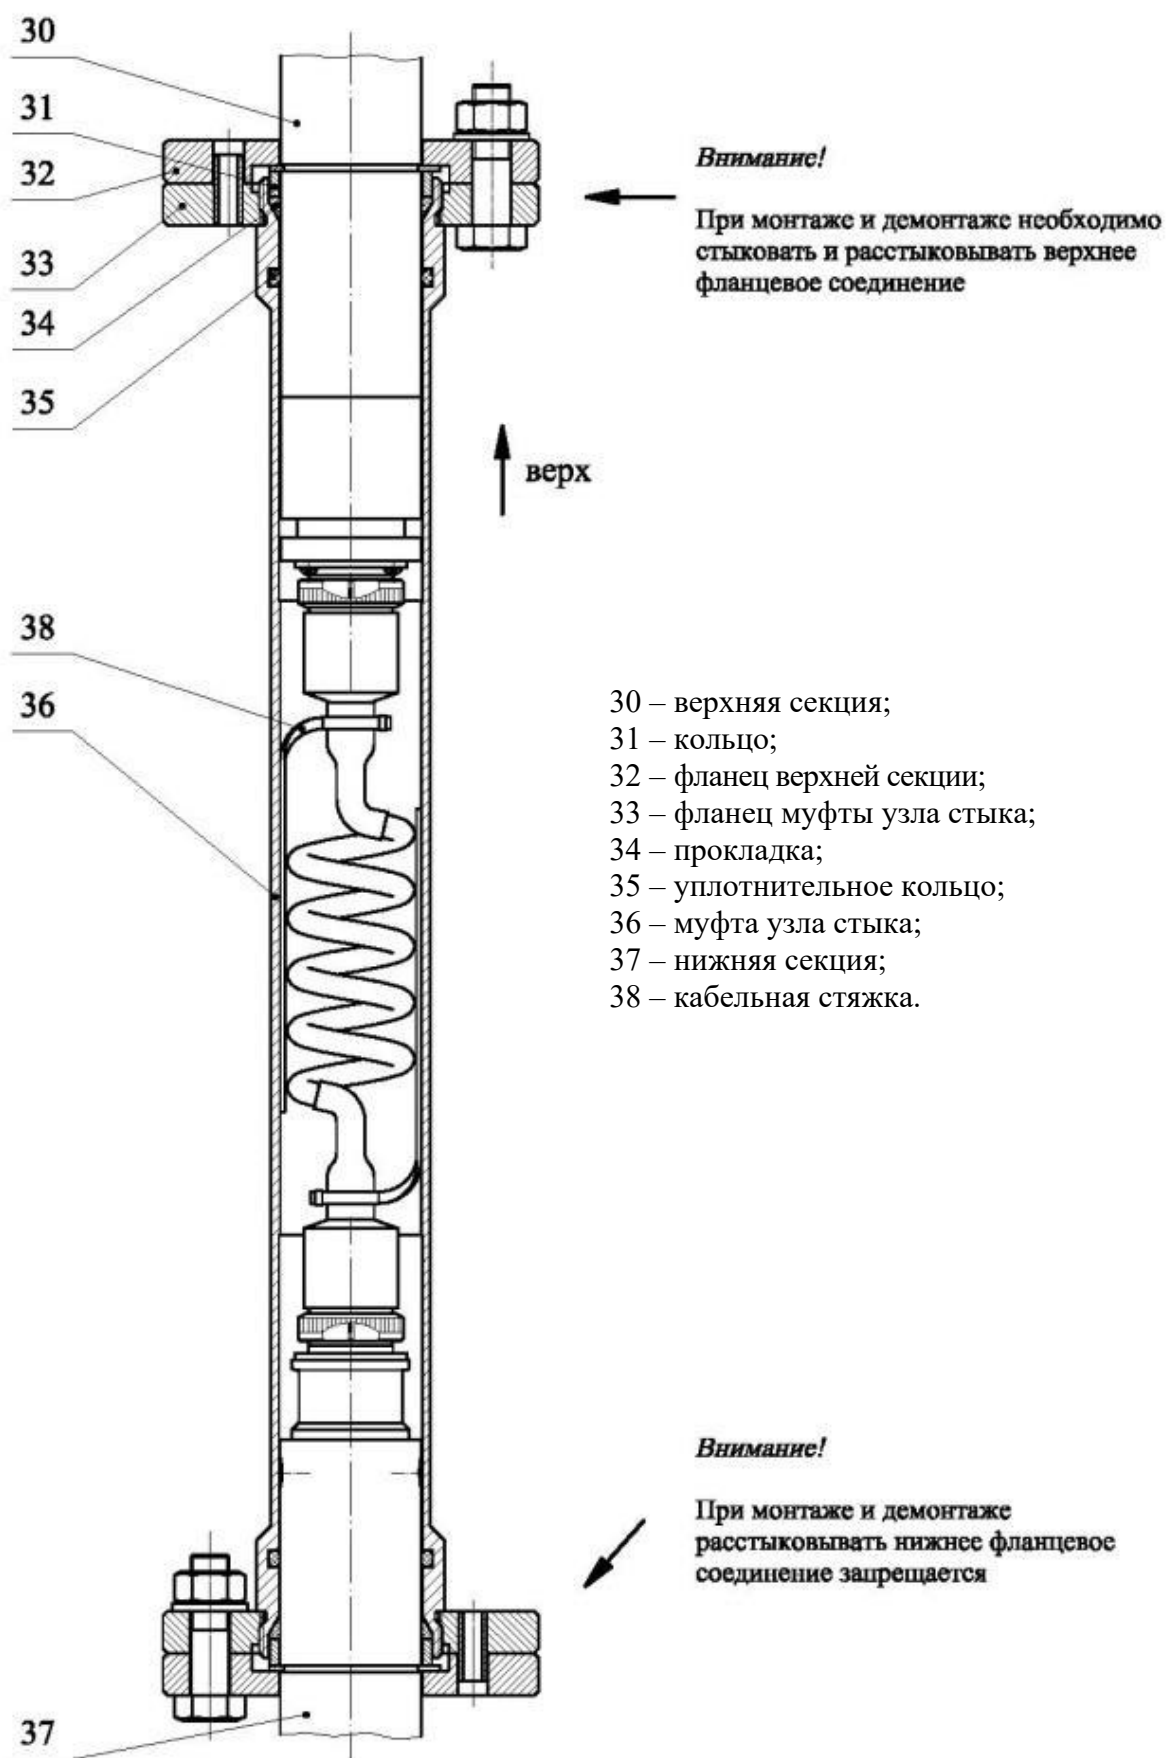

Рисунок 2.6 – Монтаж стыков секций (узел стыковки 11 на рисунках 2.1 и 2.2)
- установить в муфту 36 (рисунок 2.6) в верхней её части последовательно прокладку 34 и кольцо 31, проверить наличие и целостность кольца 35;
- снять крепёжные болты, извлечь БДУТ (секция 3) из муфты 36 (рисунок 2.6), расстыковать разъёмы и уложить снятую секцию 3 на крышу резервуара;
- снять крепёжные болты, извлечь верхний БДУТ (секцию) из муфты 36 (рисунок 2.6), расстыковать разъёмы и уложить снятый БДУТ (секцию) на крышу резервуара;